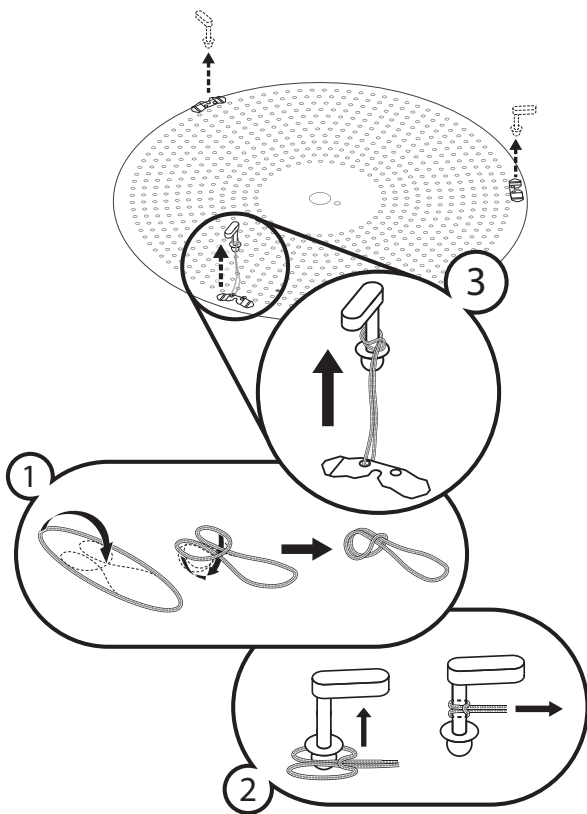

Bild 1. Donets frontplåt säkras med bifogad säkerhetslina genom en enkel ögla i ett av donets avståndsben.
- För extra säkerhet levereras produkten ett säkerhetssnöre fastsatt i frontplåten. Vid montage säkras snöret med en enkel ögla i ett av avståndsbenen enligt **bild 1**.